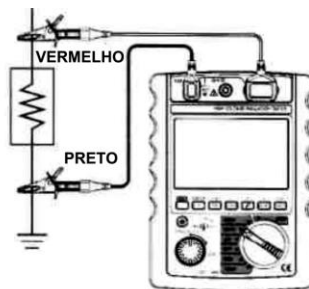

Figura 5
5.2 Medição da resistência da isolação (Como é mostrado na Figura 5)